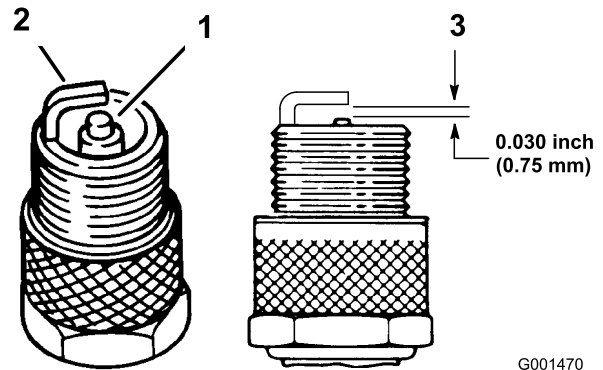

Figura 50
1. Veja a parte central das velas de ignição (Figura 50). Se verificar uma cobertura castanha ou cinzenta no isolante, o motor está a funcionar correctamente. Uma cobertura preta no isolante indica que o filtro de ar está sujo.
2. Verifique a folga entre os eléctrodos central e lateral (Figura 50). Dobre o eléctrodo lateral (Figura 50) se a folga não for a correcta.
3. Ligue os cabos às velas de ignição (Figura 50).